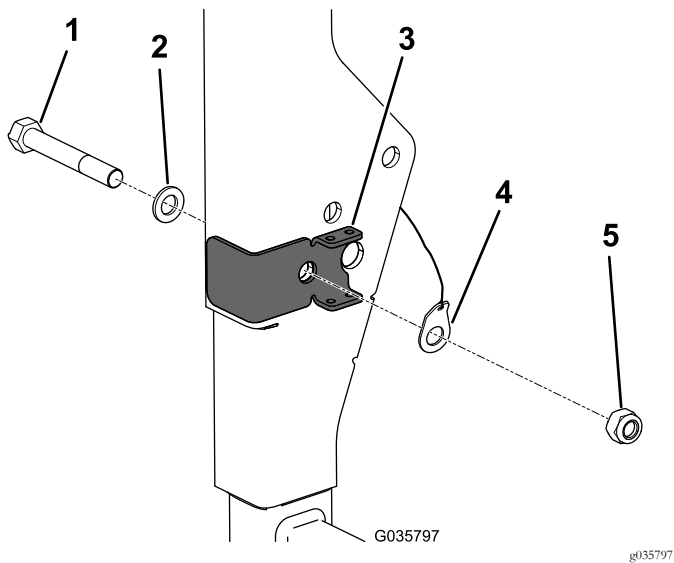

Figure 8
3. Alignez le trou dans le support du ROPS et le trou dans le ROPS, puis montez le boulon neuf et la rondelle existante (Figure 8).